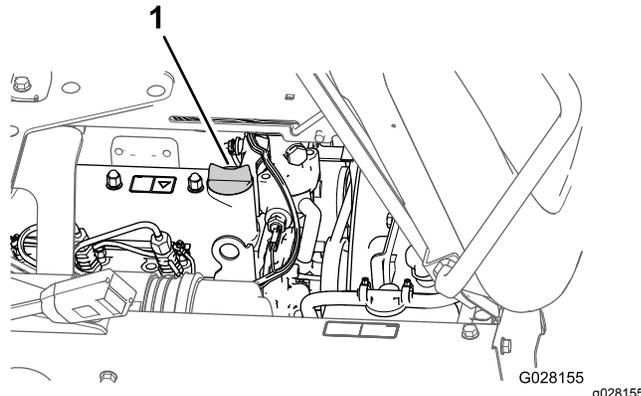

Figura 19
3. Se o nível de óleo estiver baixo, retire o tampão de enchimento da cobertura das válvulas (Figura 19) e adicione lentamente óleo no tubo de enchimento até que o nível suba até à marca "Full" (Cheio) da vareta.